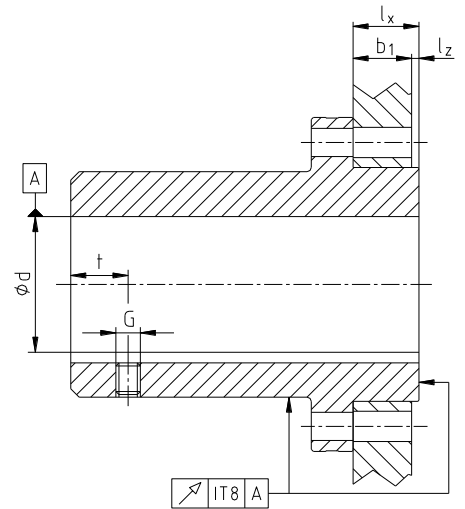

Bild 3: Rund- och plangångsnoggrannhet
- Om borrning av fläns utförs av kund, måste konicitet eller axiell avvikelse kontrolleras (se bild 3).